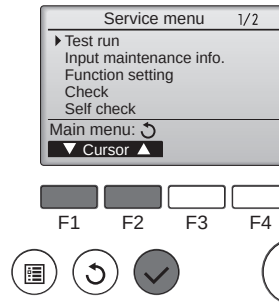

Fig. 7-1
- ① У меню «Service menu» (Сервіс) виберіть пункт «Test run» (Тестовий прогін), а потім натисніть кнопку [ВИБРАТИ]. (Fig. 7-1)